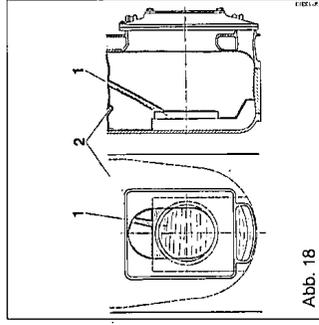

Abb. 18
- Flammenleitteil (1) gemäß Abb. 18 im Feuerraum (2) aufstellen. (Nur bei unit 19 und unit 23).